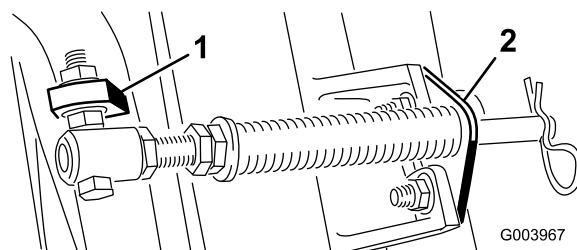

Figura 6
- C. Montate il bullone del tubo della molla sull'aletta opposta, sul telaio portante, e fissatelo con il dado flangiato. La testa del bullone deve essere posta sul lato esterno dell'aletta, come illustrato nella Figura 6.
- D. Montate la staffa dell'asta sulle alette degli elementi di taglio usando i bulloni a testa tonda e i dadi (Figura 6).